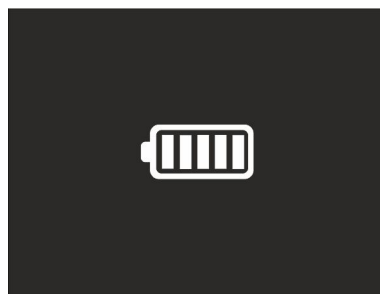

Fig. 56: Indicación recarga completa de la batería
3. Con el símbolo “” encendido fijo el proceso de carga es finalizado (ver la Fig. 56)